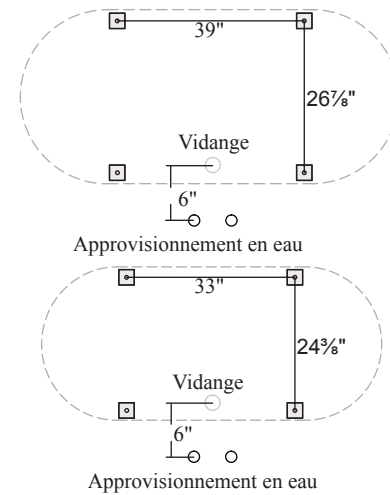

Figure 19. Sécuriser la baignoire
- Mesure n ° 6 "du centre de la ligne d'approvisionnement en eau au centre de l'ouverture drain de la baignoire (Figure 19).